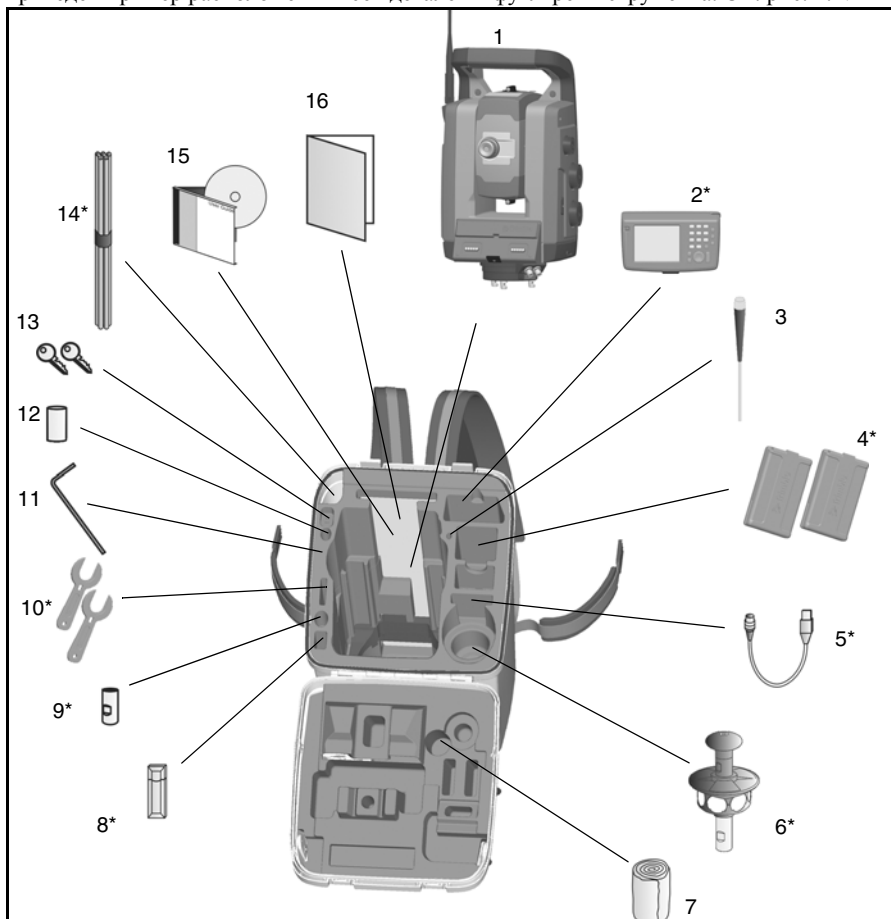

Рис. 2.1. Расположение деталей в футляре инструмента
При распаковке инструмента проверьте наличие всех заказанных предметов. Ниже приведен пример расположения всех деталей в футляре инструмента. См. рис. 2.1.
**Примечание.** Некоторые предметы, показанные на рис. 2.1, являются дополнительными и не все предметы входят в комплект поставки инструмента, некоторые предметы поставляются в комплектах принадлежностей.
**Внимание.** При перевозке инструмента убедитесь, что контроллер Trimble CU не подключен к инструменту. Во избежание повреждения инструмента храните контроллер Trimble CU в специальном отделении транспортировочного контейнера. См. Рис. 2.1.
**Внимание.** При перевозке инструмента убедитесь, что контроллер Trimble CU не подключен к инструменту. Храните контроллер Trimble CU в специальном отделении транспортировочного контейнера во избежание повреждений инструмента. См. Рис. 2.1.